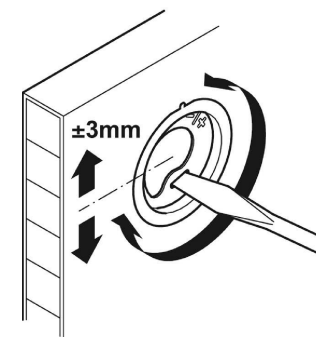

Рис.2
6. При необходимости выполните регулировку (Рис. 2)